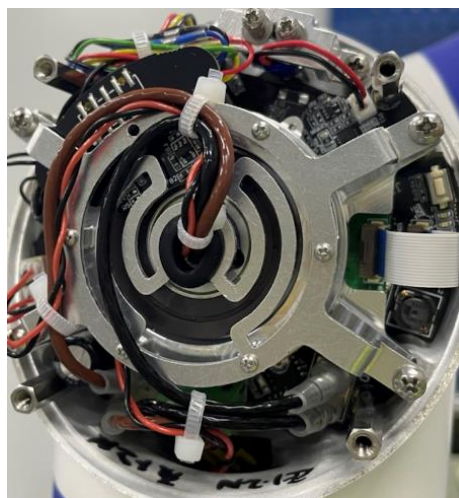

图3-15 重连电线
- 护线环套入线束上后装到束线架上, 重新连接电线, 之后在线束上护线套一侧的热缩管上扎紧尼龙扎带固定, 并用尼龙扎带扎好线束, 如图 3-15 所示：